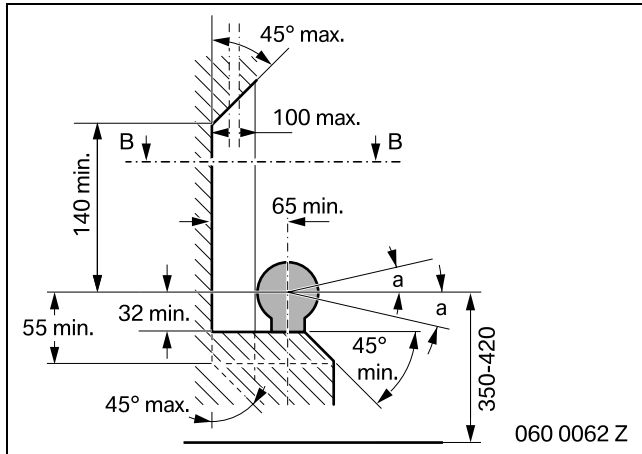

Abbildung 1
Kupplungskugeln mit Halterung müssen bei ihrem Anbau an einem Fahrzeugtyp der Klasse M1, der Klasse M2 unter 3,5 Tonnen und der Klasse N1 den Freiraum und die Höhenmaße der Abbildung 1 und 2 einhalten. Diese Anforderung gilt nicht für Geländefahrzeuge im Sinne des Anhangs II der Richtlinie
b) vertikal $a = 10^\circ$ nach oben oder unten geschwenkt (siehe Abbildung 1)
Zugkugelpkupplungen müssen innerhalb des Freiraumes der Kupplungskugel nach Abbildung 1 und 2 sicher betätigt werden können.